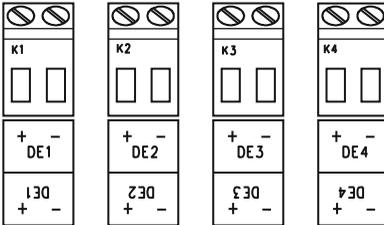

Abb. 8
1. Schließen Sie die Impulsausgänge der Zähler an die Klemmen DE1 bis DE4 (Abb. 8) des DL230 an. Die Polarität kann frei gewählt werden. (Die Beschriftungen „+“ und „-“ der Klemmen sind für den Anschluss anderer Impulsgeber oder Encoder vorgesehen.)
1. Schließen Sie den oder die Encoder des Zählers an die Klemmen DE1 und DE2 (Abb. 8) des DL230 an. Berücksichtigen Sie hierbei die Polarität, d.h. verbinden Sie „+“ des Encoders mit der Klemme „DE1 +“ und „-“ mit „DE1 -“.